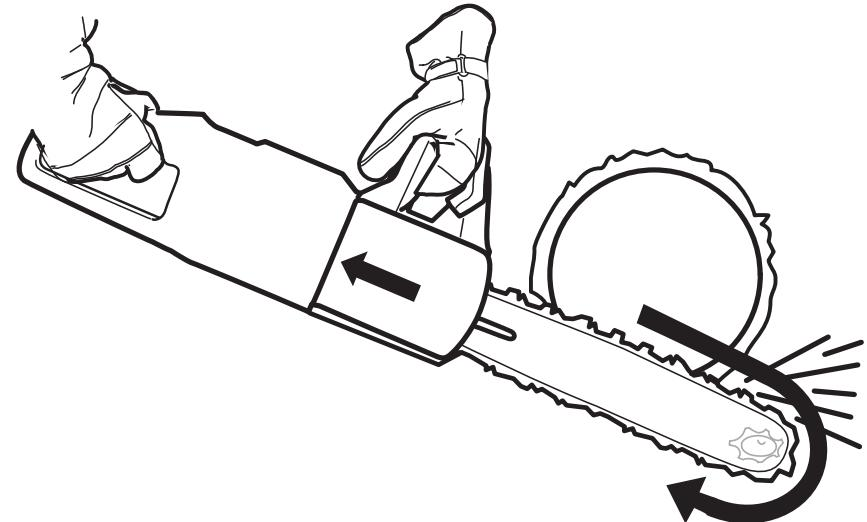

Рисунок 5 — Правильный захват цепной пилы
ятке, а левая – на передней рукоятке (см. рис. 5). Любой оператор, независимо от того, является ли он левшой или нет, должен использовать этот захват, сокращающий риск отбраса цепной пилы и помогающий сохранять контроль над ней.
- Будьте особенно осторожны (см. рис. 5) при резании верхней частью цепи пильной (с нижней стороны бревна). Сила движения цепи пильной отталкивает цепную пилу назад, и если оператор не будет держать постоянный контроль над ситуацией, зона отбраса шины направляющей может зайти достаточно далеко в пропил и вызвать отброс. Резание нижней частью цепи пильной (в верхней части бревна) толкает цепную пилу вперед. Вследствие этого цепная пила прижимается к дереву своим зубчатым упором, обеспечивая устойчивое положение и давая оператору дополнительный контроль над ней, а тем самым и над зоной отбраса шины направляющей. При пилении нижней частью цепи пильной всегда используйте зубчатый упор.